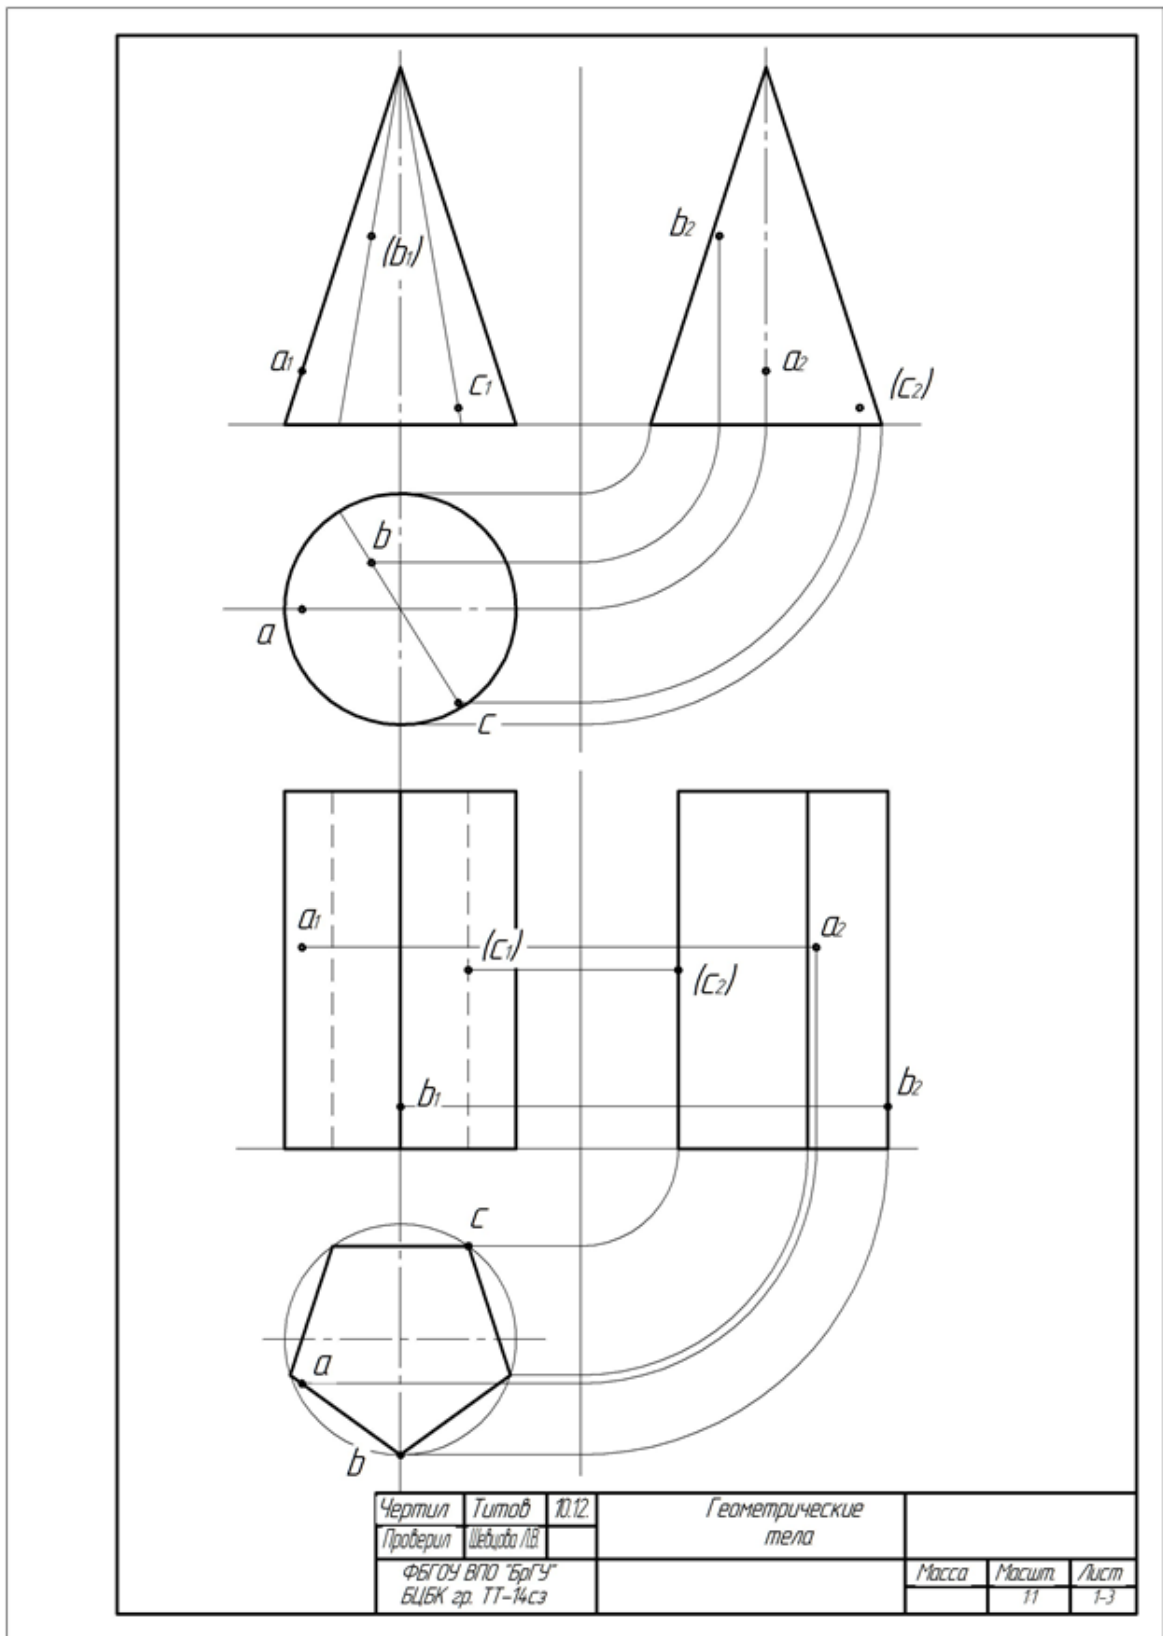
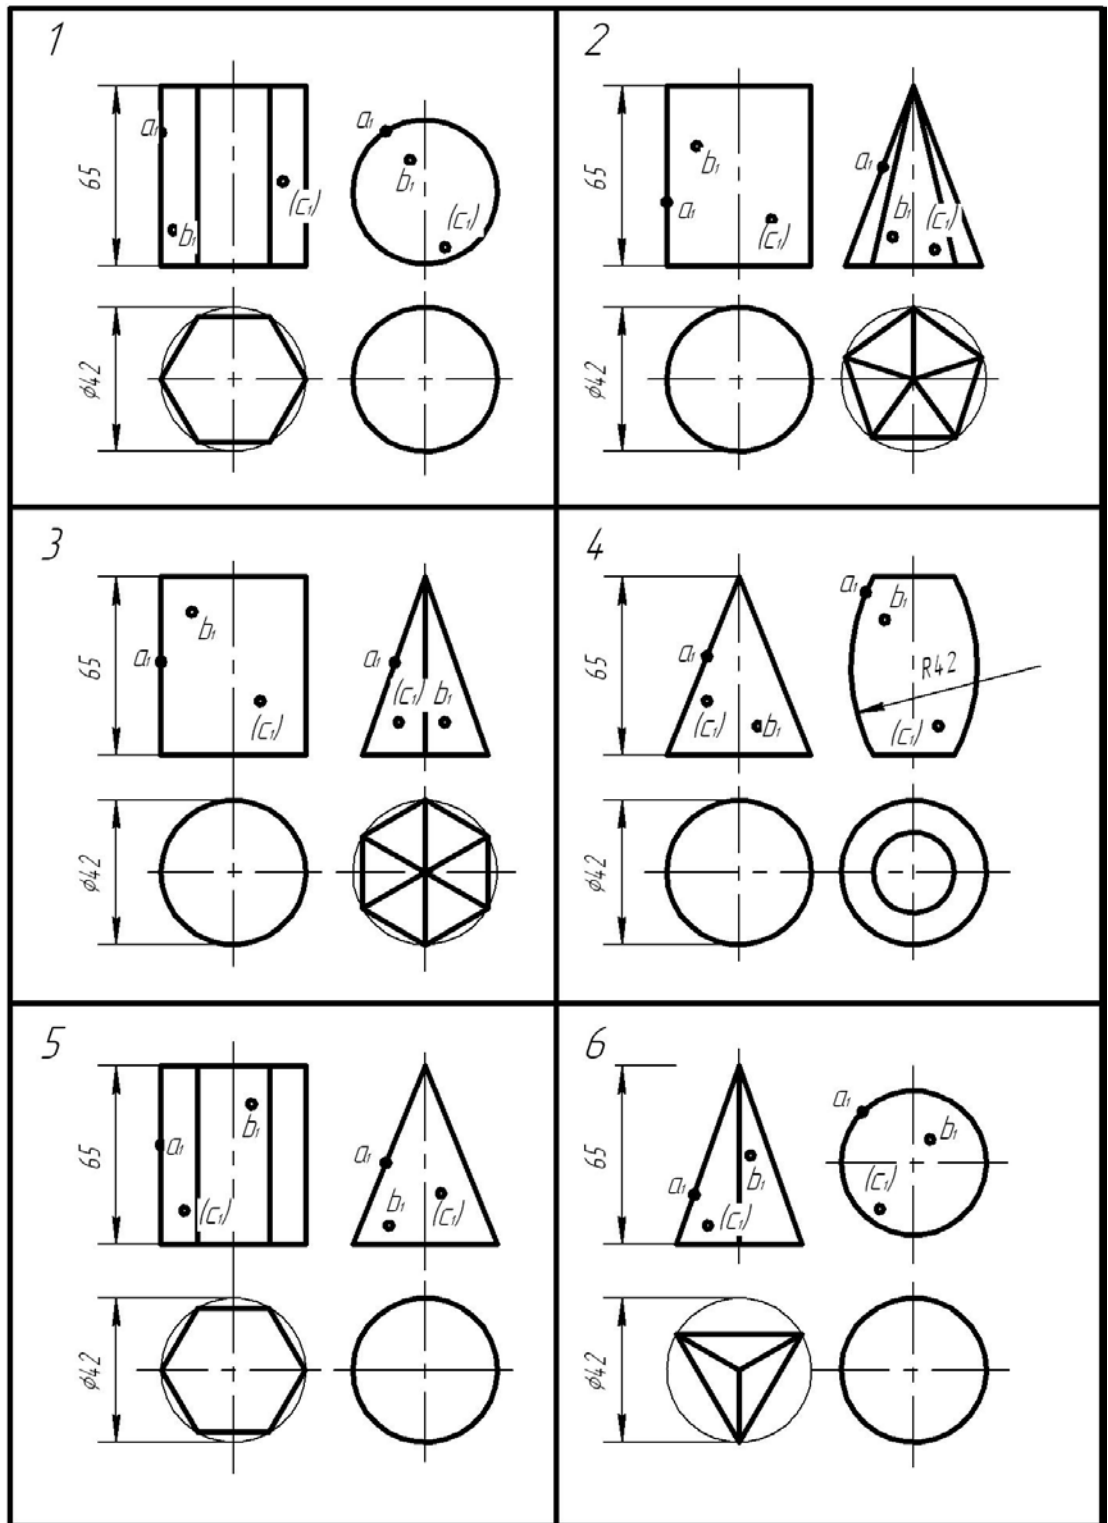

Рисунок 15 – Образец выполнения листа 1-3
Рисунок 16 – Задания к листу 1-3. Варианты 1-6
**Порядок выполнения листа.** Образец выполнения листа 1 — 3 показан на рис. 15. Варианты выбирают по рис. 16. Чертеж выполняется на листе формата А4 в трех проекциях двух геометрических тел, указанных по варианту. На каждый чертеж геометрического тела нанесите точки *A*, *B*, *C*. Точка *A* принадлежит ребру или контурной образующей; точка *B* расположена на видимой части поверхности тела; точка *C* (в скобках, см. рис. 15) расположена на невидимой поверхности (при взгляде на фронтальную проекцию). По намеченным на поверхности геометрических тел проекциям точек найдите другие их проекции. Работа выполняется в тонких линиях, затем обводится. На последнем этапе заполняется основная надпись.